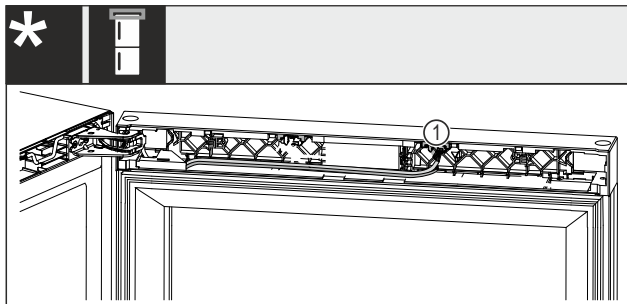

Fig. 23 Wein-Gefrier-Kombinationen*
- Stecker Fig. 23 (1) aus dem Nest herausziehen.*